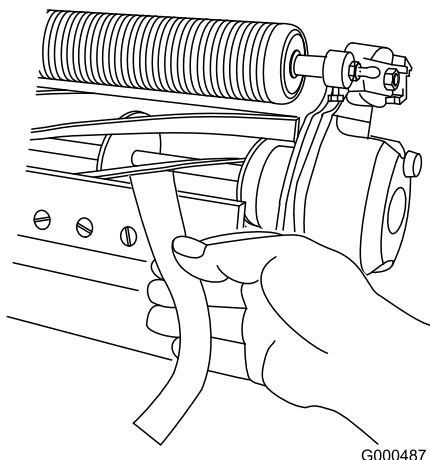

Bild 11
3. Führen Sie an einer Seite der Spindel einen langen Streifen Papier zwischen der Spindel und dem Unteremesser ein (Bild 11). Drehen Sie die Einstellschraube des Unteremesserträgers, während Sie die Spindel langsam vorwärts drehen, nach rechts (am selben Ende der Spindel), jeweils um einen Klick, bis das Papier fest gehalten wird, wenn Sie es von vorne parallel zum Unteremesser einführen. Wenn das Papier gezogen wird, sollten Sie einen leichten Widerstand spüren.
5. Vergewissern Sie sich nach dieser Einstellung, dass die Spindel Papier einklemmen kann, das von vorne eingeführt wird, und Papier schneiden kann, das senkrecht zum Unteremesser eingeführt wird (Bild 11). Papier müsste sich mit minimalem Kontakt zwischen Unteremesser und Spindelmessern schneiden lassen. Wenn der Spindelwiderstand zu hoch ist, müssen Sie das Mähwerk läppen oder fräsen, um die für genaues Schneiden erforderlichen scharfen Kanten zu erhalten (weitere Informationen finden Sie in der Toro Bedienungsanleitung für das Schärfen der Spindel).